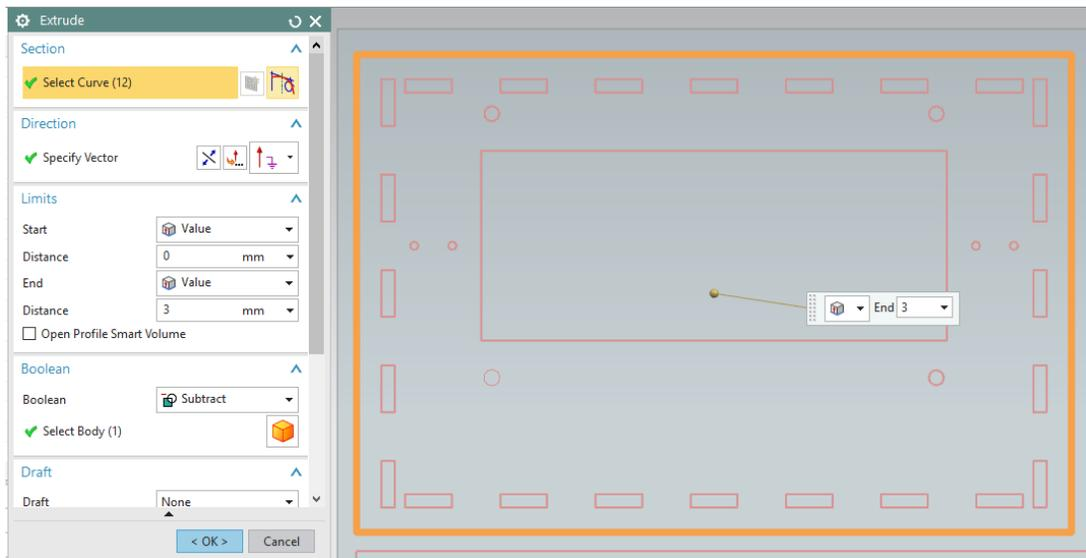

Figura 3.11 Extrusión tipo **Subtract** de 3mm.
- Para cada par de geometrías realizar una extrusión de tipo **Subtract** por 3mm en dirección -ZC (Figura 3.11).